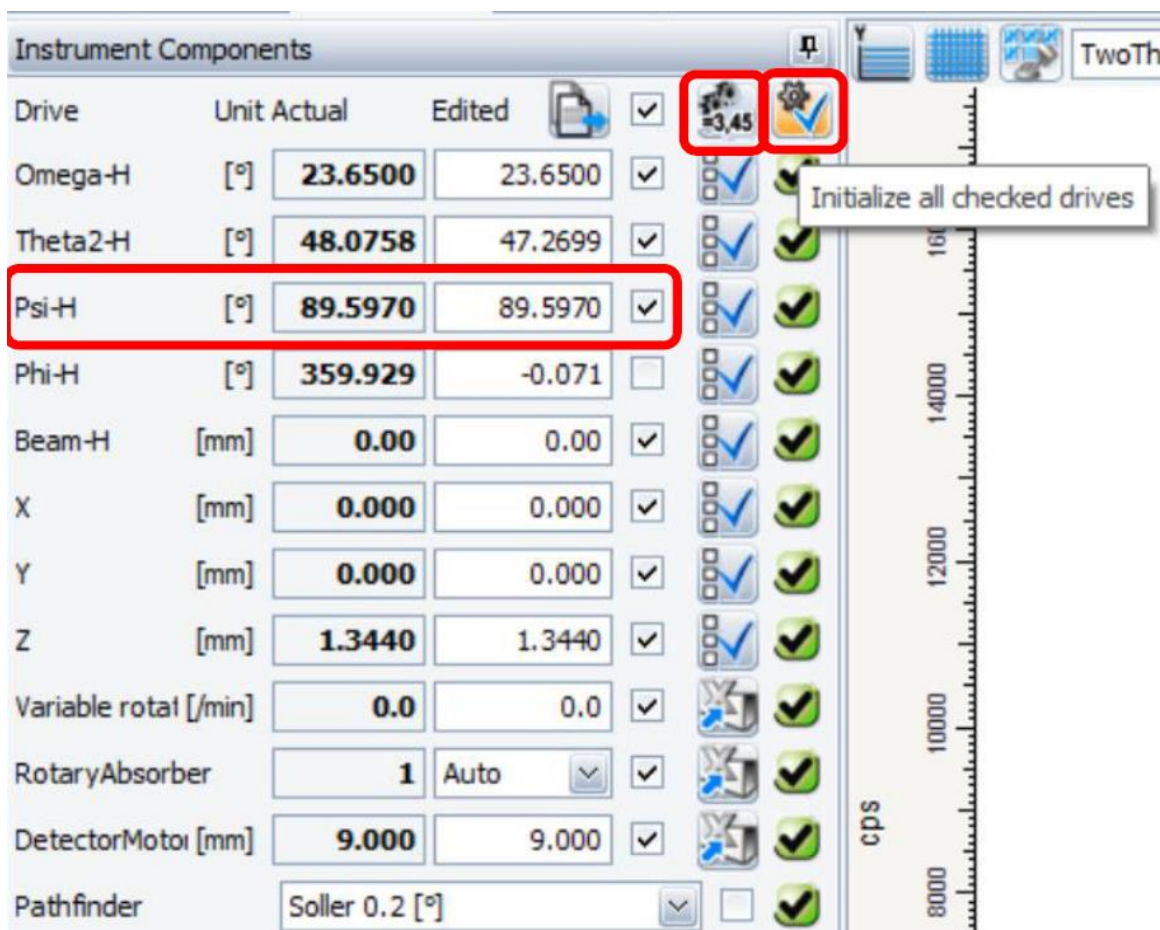

图6-5 马达初始化
6.5.4 在Diffrac.Commander界面上，勾选request，然后点击 Initialize，对所有马达进行初始化（在每次开机时均需要进行初始化，仪器会自动提醒，未初始化显示为叹号！初始化正常后显示为对勾），图6-5。